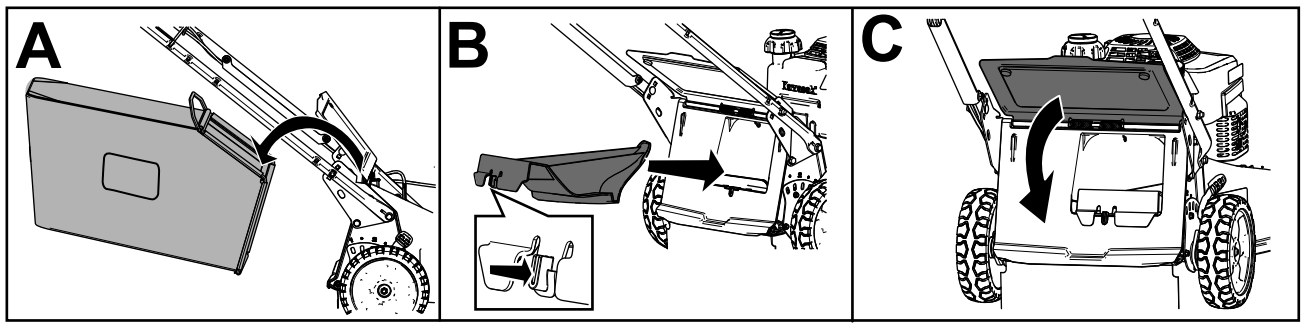

Bild 20
- Nehmen Sie ggf. den Fangkorb ab (A von Bild 20).
- Wenn die Heckauswurfklappe nicht eingesetzt ist, fassen Sie sie am Griff an, heben Sie das Heckablenkblech an und setzen Sie sie in den Heckauswurfkanal ein, bis der Riegel einrastet (B von Bild 20).
3. Nehmen Sie die Fangkorbstange am Fangkorb aus den Kerben an der Unterseite des Griffs (A von Bild 20).
4. Setzen Sie die Heckauswurfklappe ein (B in Bild 20).
5. Senken Sie das Heckablenkblech (C von Bild 20).